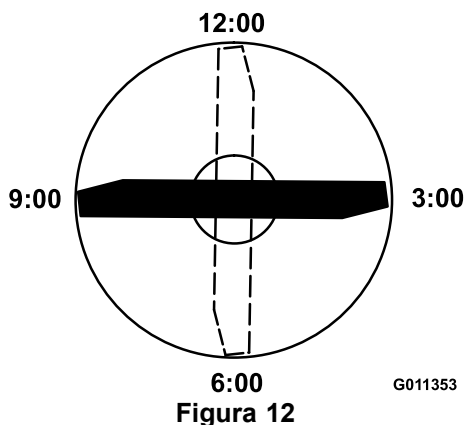

Figura 12
- Posicione a extremidade de corte da extremidade marcada da lâmina nas 12 horas (a direito na direcção do corte) (Figura 12) e meça a altura da mesa à extremidade de corte da lâmina.
- Rode a extremidade marcada da lâmina para as posições das 3 horas e das 9 horas (Figura 12) e meça as alturas.